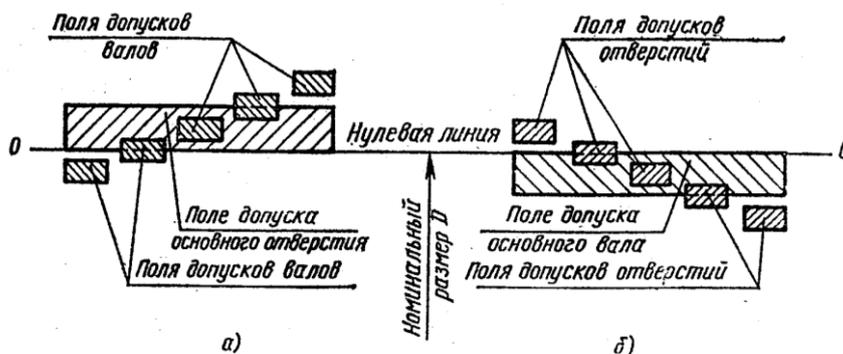

Рис.4. Примеры расположения полей допусков для посадок в системе отверстия (а) и в системе вала (б)
Система допусков и посадок ИСО для типовых деталей машин построена по единым принципам. Предусмотрены посадки в системе отверстия (CA) и в системе вала (CB) (рис.4). **Посадки в системе отверстия** - посадки, в которых различные зазоры и натяги получаются соединением различных валов с основным отверстием (рис.4, а), которое обозначают H . **Посадки в системе вала** - посадки, в которых различные зазоры и натяги получаются соединением различных отверстий с основным валом (рис.4, б), который обозначают h .